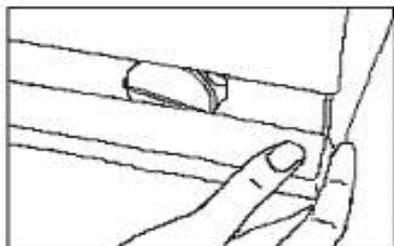

Fig. 12
- . Retirar o rodapé, puxando-o primeiro para cima e depois para fora (fig.12).